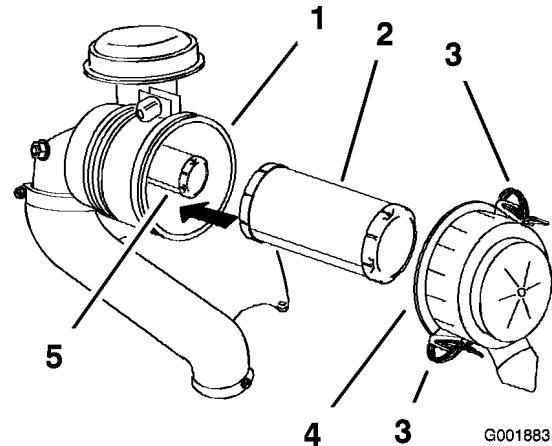

Figure 32
- Ouvrez les dispositifs de verrouillage du filtre à air et enlevez le couvercle du corps du filtre (Figure 32).
- Sortez l'élément principal du corps du filtre avec précaution (Figure 32).
2. Si vous remplacez l'élément de sécurité, insérez-le avec précaution dans le corps du filtre (Figure 32).
3. Placez ensuite l'élément principal sur l'élément de sécurité avec le même soin (Figure 32).
4. Reposez le couvercle du filtre à air, le côté portant l'inscription **UP** en haut, et fermez les dispositifs de verrouillage (Figure 32).